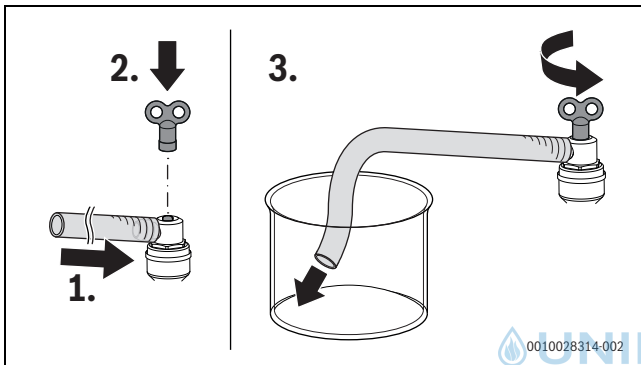

Bild 126 Warmwasserkreis und Heizkreis entlüften
- Entlüftungsventil so lange öffnen, bis Wasser austritt (→ Bild 126 und Bild 18, Seite 17).
- ▶ Schlauch in ein Gefäß (z. B. Flasche) leiten (→ Bild 126 und Bild 18, Seite 17).